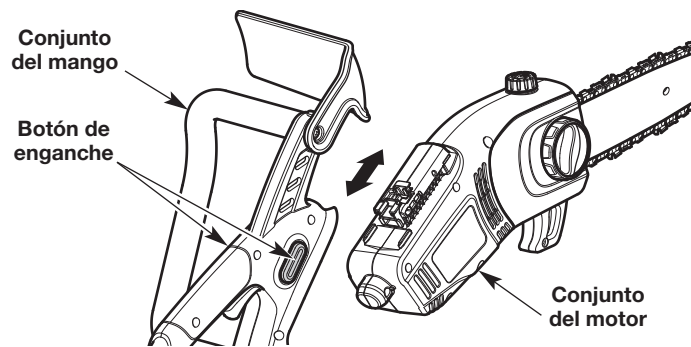

Fig. 1
2. **Desconecte el conjunto del motor del conjunto del mango (Fig. 1):** Mantenga presionado los botones de enganche a ambos lados del conjunto del mango. Mientras continúa presionando los botones de enganche, deslice el conjunto del motor fuera del conjunto del mango.
4. **Conecte el conjunto del motor al conjunto del mango (Fig. 1):** Mantenga presionado los botones de enganche a ambos lados del conjunto del mango. Mientras continúa presionando los botones de enganche, deslice el conjunto del motor hacia el conjunto del mango. Suelte los botones de enganche y tire suavemente de los conjuntos para asegurarse de que estén completamente conectados.